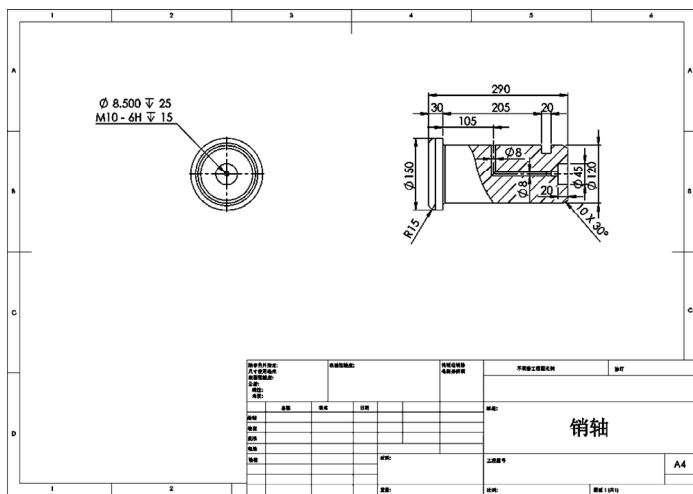

图 7-43 编辑图纸格式和图纸最终效果
STEP 7 右击图纸空白区域，在弹出的快捷菜单中选择“编辑图纸格式”菜单项，为图纸添加名称销轴，然后右击空白区域选择“编辑图纸”命令，回到编辑图纸界面即可完成图纸的绘制，最终效果如图 7-43 所示。